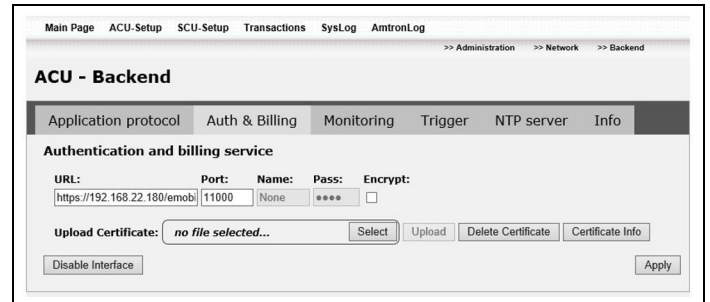

Fig. 6 : désactivation de l'interface d'autorisation (Auth & Billing)
2. Le cas échéant, désactivez l'interface en vue de l'autorisation en cliquant sur le bouton « *Disable Interface* » (voir Fig. 6).